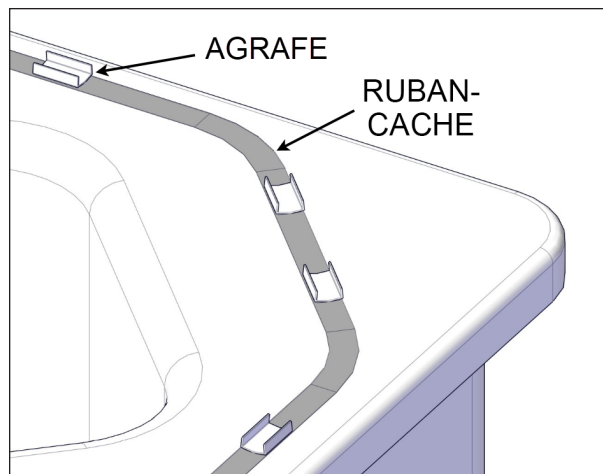
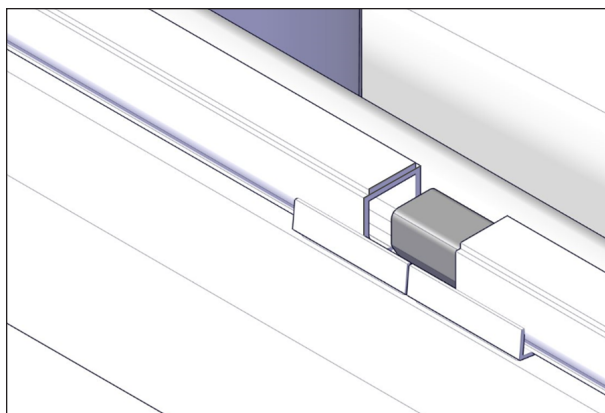
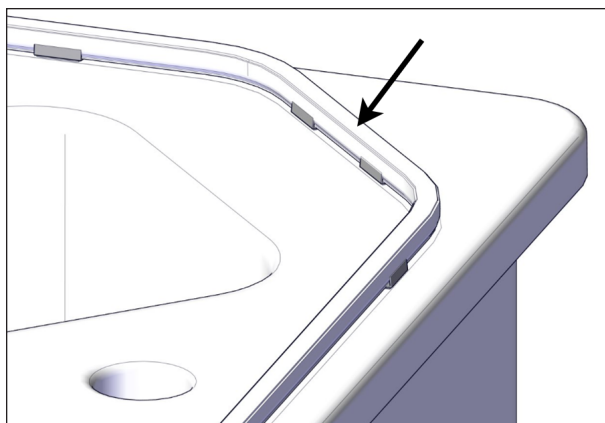

FIGURE 61: AGRAFES ET RUBAN-CACHE
FIGURE 62: CONNEXION DU JOINT
FIGURE 63: INSTALLATION DU JOINT
4. Poser le ruban-cache tout autour du spa à l'endroit où le joint d'étanchéité sera installé. Idéalement, le joint doit être placé le plus près possible du rebord inférieur du spa sur une surface plane, voir Figure 61.
5. Le nombre d'agrafes fournies est limité. Installer temporairement les agrafes tout autour du spa pour s'assurer d'une bonne distribution (ne pas coller maintenant). Le rayon minimal pour les coins est de 10 cm (4 po), voir Figure 61. Garder deux agrafes pour la connexion des bouts du joint tel que montré dans la Figure 62. Une fois la distribution terminée, coller les agrafes en place (sur le ruban si applicable).
6. Le départ du joint est sur le côté opposé à l'entrée du spa. Installer deux agrafes à l'endroit où les deux bouts du joint vont se rejoindre et où sera installé la connexion du joint, voir Figure 62.
7. Installer le joint d'étanchéité avec la surface adhésive orientée vers le couvercle, voir Figure 62 et Figure 63.
9. Insérer la pièce de jonction du joint d'étanchéité fournie dans les deux extrémités du joint d'étanchéité. L'utilisation de ruban-cache pour retenir les deux extrémités ensemble est recommandée, voir Figure 62.